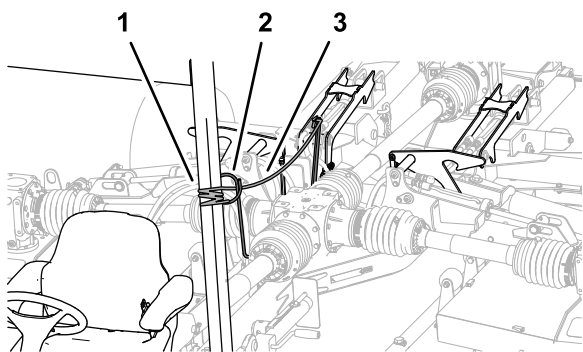

Figura 38
3. Tire y sujete la cuerda de bloqueo de las carcasas (Figura 38).